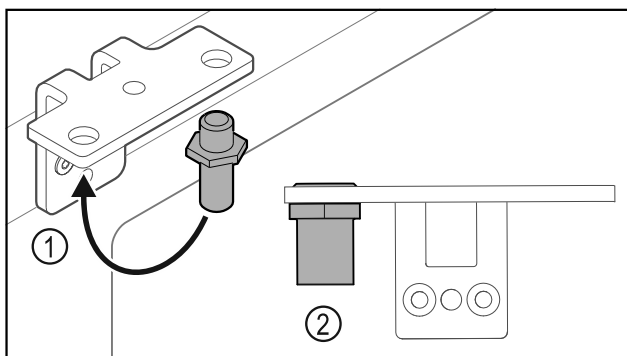

Fig. 33
- Ktheni bulonin Fig. 33 (1) në profilin e menteshës në anën tjetër.
- Shtrengoni bulonin Fig. 33 (2) me **momentin e rrotullimit prej 12 Nm**.